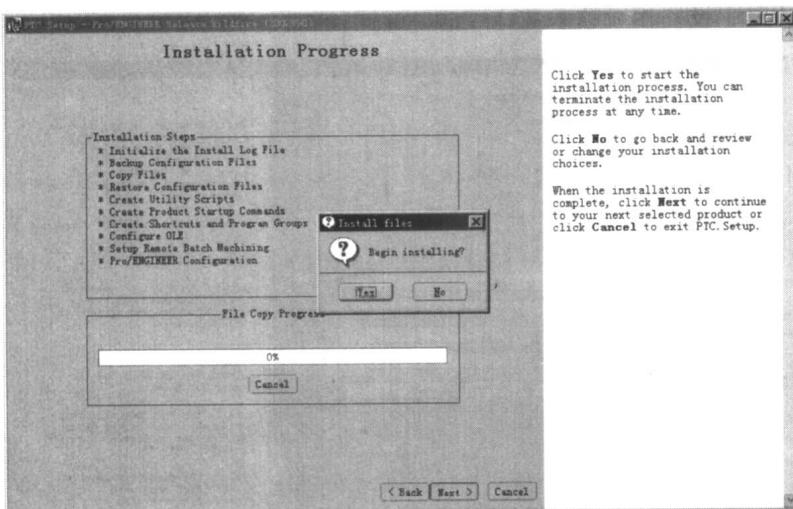

图 1.13 开始安装
(13) 在如图 1.13 所示的界面中单击“Next”按钮，在打开的确认对话框中单击“Yes”按钮，即可开始安装 Pro/ENGINEER Wildfire。